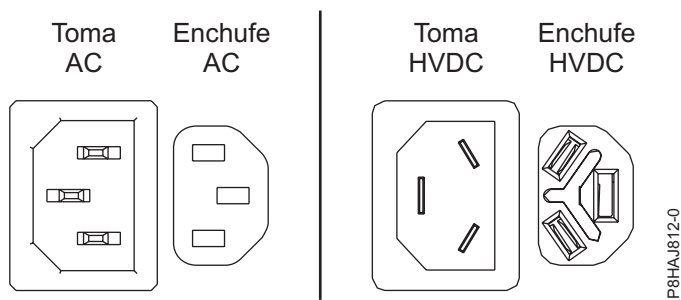
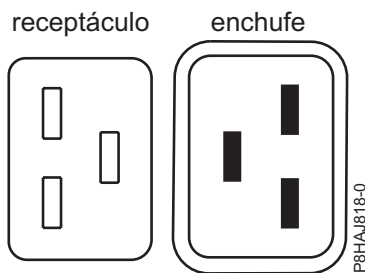
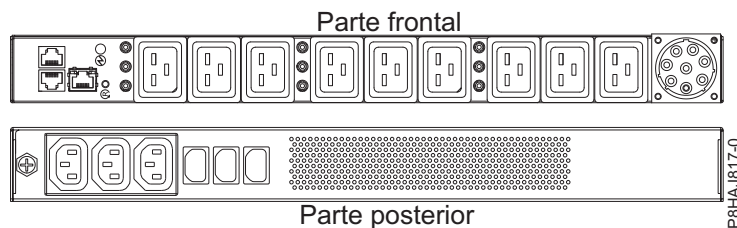

Figura 40. Conectores de CA y HVDC
Figura 41. Conectores para el sistema 8408-44E
Figura 42. PDU para el sistema 8408-44E
En Figura 40 se muestran los conectores de corriente alterna (CA) y de corriente directa de alto voltaje (HVDC). En Figura 41 y en Figura 42 se muestran los conectores y la unidad de distribución de alimentación (PDU) para 8408-44E.